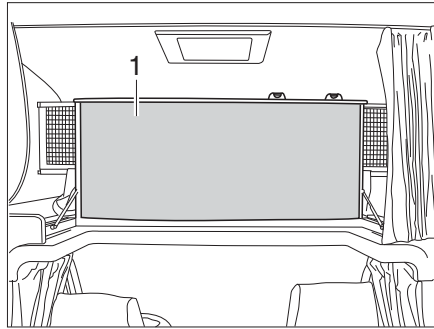

Bild 140 Alkovsäng, uppfälld
- Fäll upp alkovsängen (Bild 140,1) framtill. Alkovsängen hålls uppe av gasfjädrar.